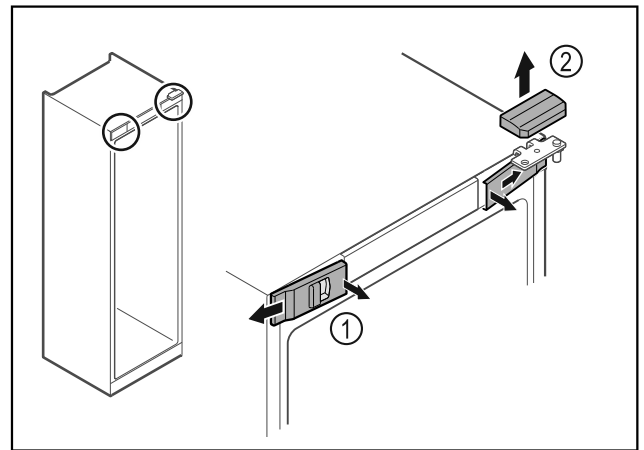

Fig. 10
- ▶ Vordere Abdeckungen Fig. 10 (1) innen ausrasten und zur Seite abnehmen.
- ▶ Obere Abdeckung Fig. 10 (2) nach oben abnehmen.